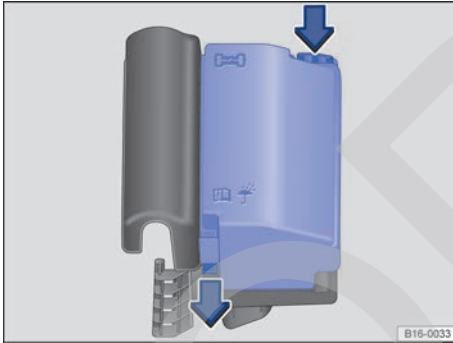

Fig. 186 En el vano motor: cubierta de la caja de fusibles.
- Para desbloquear la cubierta de la caja de fusibles, presione las teclas de bloqueo en el sentido que indican las flechas → fig. 186.